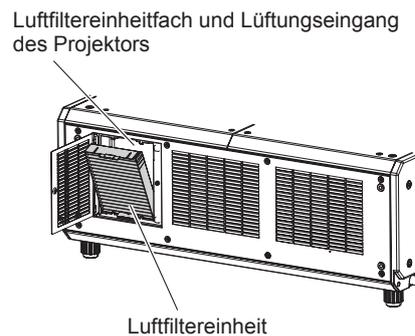

Abb. 3
- Ziehen Sie die Luftfiltereinheit heraus. (Abb. 3)